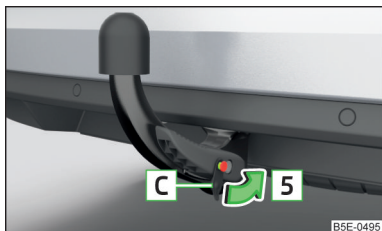

Fig. 303 Placez le capuchon sur la molette
- Placez le cache **C** sur le verrou dans le sens de la flèche **5** et enfoncez-le » fig. 303.